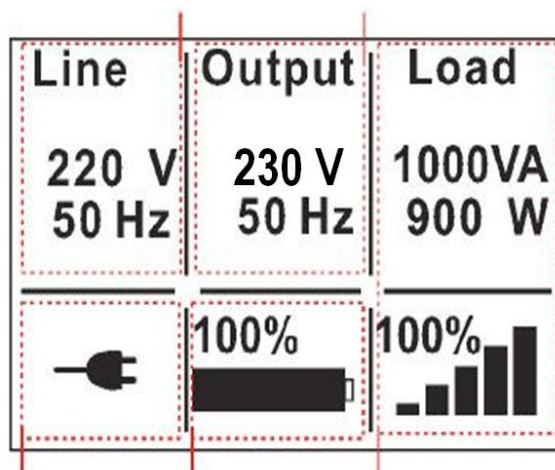

Abb. 2: Hauptbildschirm
- Zusammenfassung des Status, einschliesslich des Betriebs-Modus und Last (siehe Abb. 2).